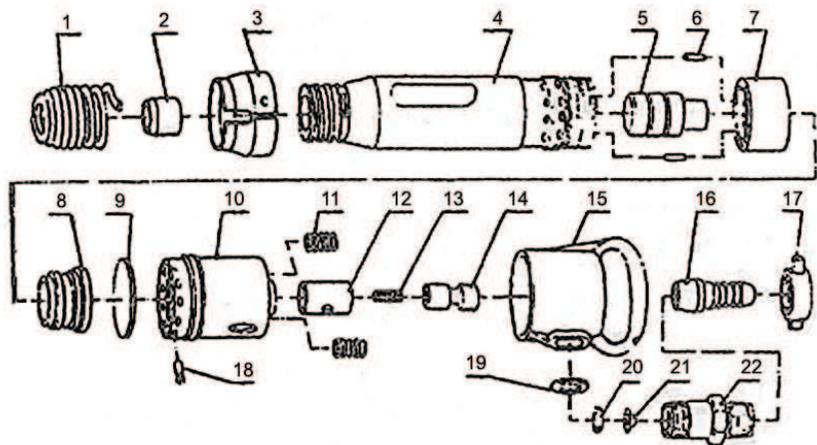

рис. 1
Общий вид молотка схематично представлен на рис. 1
6.1 Молоток (рис. 1) представляет собой поршневую пневматическую машину ударного действия с клапанным воздухом распределением, работающую под действием сжатого воздуха. Молоток состоит из воздухом распределительно-ударного механизма, рукоятки с собранным в ней пусковым устройством.
8.1 Разборку молотка для устранения неисправностей, профилактического осмотра или его консервации производите в следующей последовательности (рис. 1):